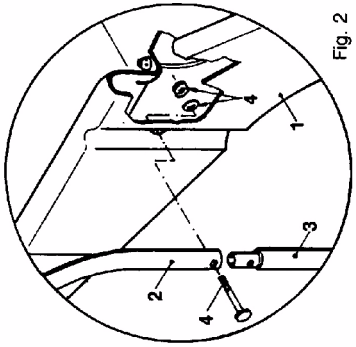

Fig. 2
- B. Unir a pista (Escorrega) (1) aos corrimãos (2-3) com os parafusos M8, porcas e anilhas (4). Fig. 2
- H. Connect slide (1) to the rails (2, 3) by means of screws (M8), nuts and washers (4). Fig. 2.
- B. Unir la glissade (1) avec les mains courantes (2-3) à l'aide des boulons M8, écrous et rondelles (4). Fig. 2
- B. Unir la pista (1) con las barandillas (2-3) mediante los tornillos M8, tuercas y arandelas (4). Fig. 2.
- B. Unire la pista (1) ai corrimano(2-3) mediante i bulloni M8, dado e rondella (4). Fig.2.
- B. Rutsche (1) mit Handlauf/Stütze (2-3) mit den Schrauben M8, Muttern und Beilagscheiben (4) verbinden. Fig. 2.